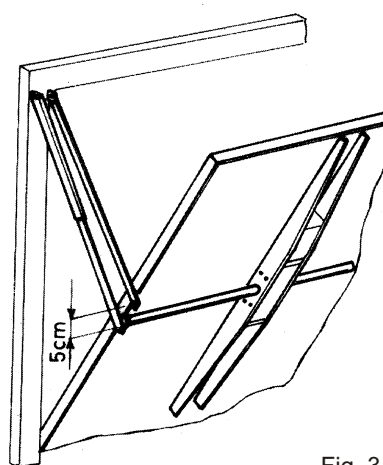

Fig. 3
B) PORTE BASCULANTE A PANNEAU UNIQUE (Fig. 3)